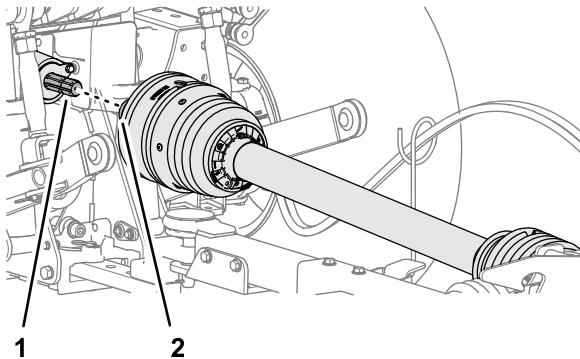

Рисунок 26
- Совместите быстроразъемный соединитель карданного вала с выходным валом механизма отбора мощности (Рисунок 26).